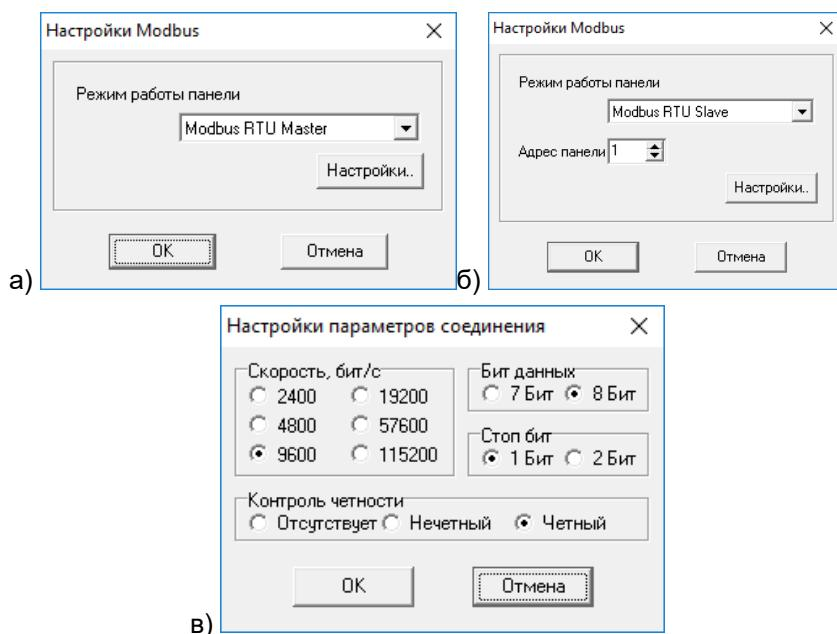

Рисунок 4.1 – Окна «Настройки Modbus» (а, б) и «Настройки параметров соединения» (в)
- Нажать кнопку «Новый проект» (панели инструментов, или выбрать команду Файл | Новый проект, или нажать сочетание горячих клавиш <Ctrl+I>. Откроется окно «Настройки Modbus» (см. рисунок 4.1, а или б).
- Для того чтобы панель ИП320 работала Мастером, следует выбрать Modbus RTU Master (см. рисунок 4.1, а).
- Для того чтобы панель ИП320 была подчиненным, следует выбрать Modbus RTU Slave (см. рисунок 4.1, б). В этом же окне выбирается адрес панели из диапазона 1...247.
- В этом окне – нажать кнопку «Настройки». Откроется окно «Настройки параметров соединения» (см. рисунок 4.1, в).